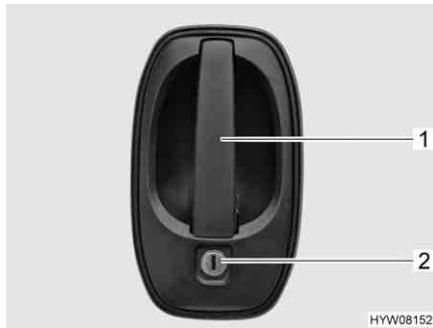

Fig. 19 Serratura della porta di ingresso, lato esterno
Apertura: ■ Inserire la chiave nel cilindro della serratura (Fig. 19,2) e ruotare fino a quando la serratura della porta si sblocca.
■ Tirare la maniglia della porta (Fig. 19,1). La porta è aperta.
Bloccaggio: ■ Inserire la chiave nel cilindro della serratura (Fig. 19,2) e ruotare fino a quando la serratura della porta si blocca.